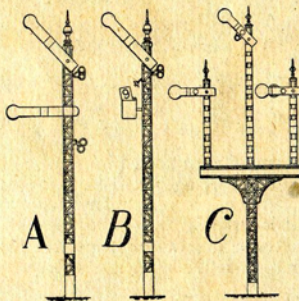

Fig. 9. — Richting-seinpalen.
- de seinpalen met verscheidene armen, boven elkander (zie fig. 9, A) ;
- de seinpalen met nummers (zie fig. 9, B) ;
- de kandelaar-seinpalen (zie fig. 9, C).
— en van eene reeks platen, die dezelfde nummers dragen als de te berijden sporen (zie fig. 9. B).
De kandelaar-seinpaal bevat verscheidene paaltjes op een en denzelfden mast (zie fig. 9. C).